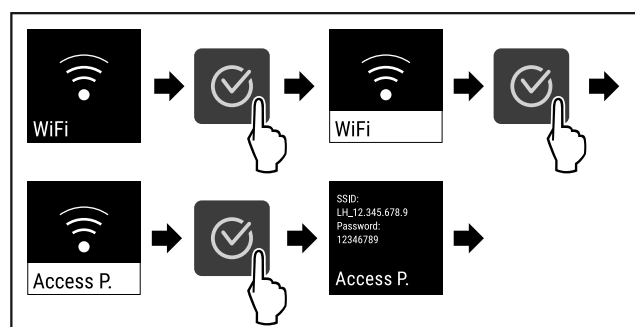

Fig. 85
- ▶ Handlungsschritte (siehe Fig. 85) durchführen.